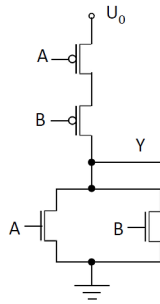

Abbildung 2: CMOS Gatter
1. Welche Schaltfunktion Y realisiert das in Abbildung 2 gegebene CMOS-Gatter? (5P)